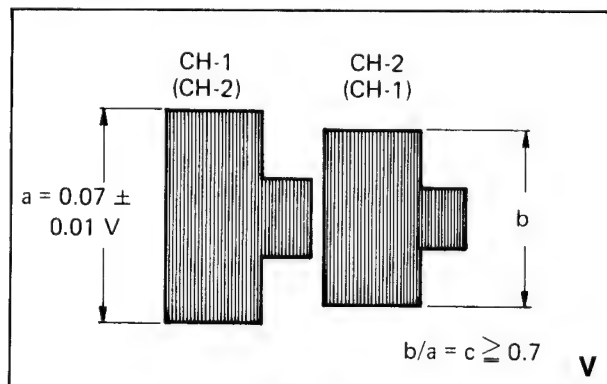

Bild 3-28
2. Tastkopf an TP 202, mit R 56 (Vor/Aufnahmeverst.-Platte) den größeren der beiden Kopfpegel auf 0,07 Vss einstellen (Bild 3-28). Das Verhältnis des kleineren zum größeren Pegel muß größer als 0,7 sein.